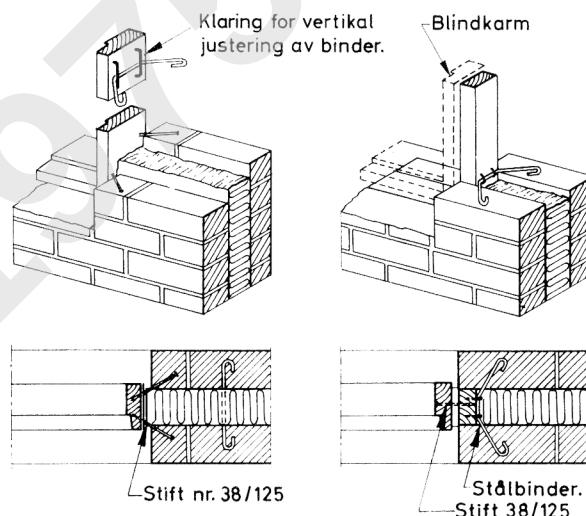

Fig. 133. Mål 1 : 20
- 133 Dersom vindu skal monteres i skallmur etter at denne er oppmurt, blir det ofte brukt blindkarm. Blindkarm monteres mellom de to murskall før muringen tar til. Vinduskarmen monteres da som karm i trevegg. Både karm og blindkarm festes til veggen med stift som settes i fra baksiden eller fra sidene, eller det kan brukes spesielle bindere, fig. 133.